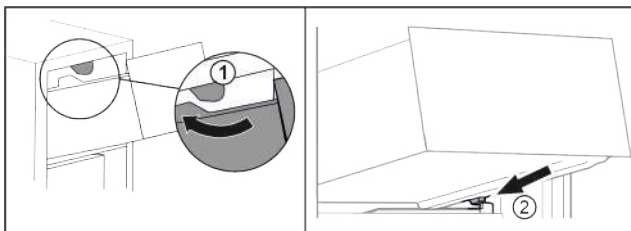

Fig. 16
- ▶ Обвести висувний ящик навколо верхнього стопора Fig. 16 (1).
- ▶ Встановити висувний ящик за нижніми стопорами на ребро для резервуару навкоси Fig. 16 (2).